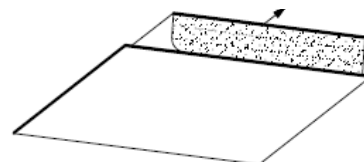

Рисунок 9
**ТЕХНОЛОГИЧЕСКАЯ ОПЕРАЦИЯ 2:** На первом участке линии постформирования при помощи фрезерных станков детали придаётся окончательная форма. У так называемых L-образных профилей фрезой точно удаляется свес материала с нижней стороны заподлицо с деталью, величина свеса с лицевой стороны калибруется фрезерованием (см. рис. 9).